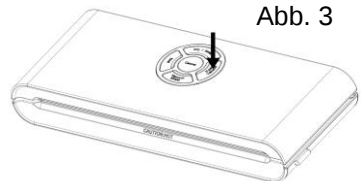

Abb. 3
4. Drücken Sie die Taste „PULSE VACUUM“ (oberhalb der Absaugöffnung) (Abb. 3).